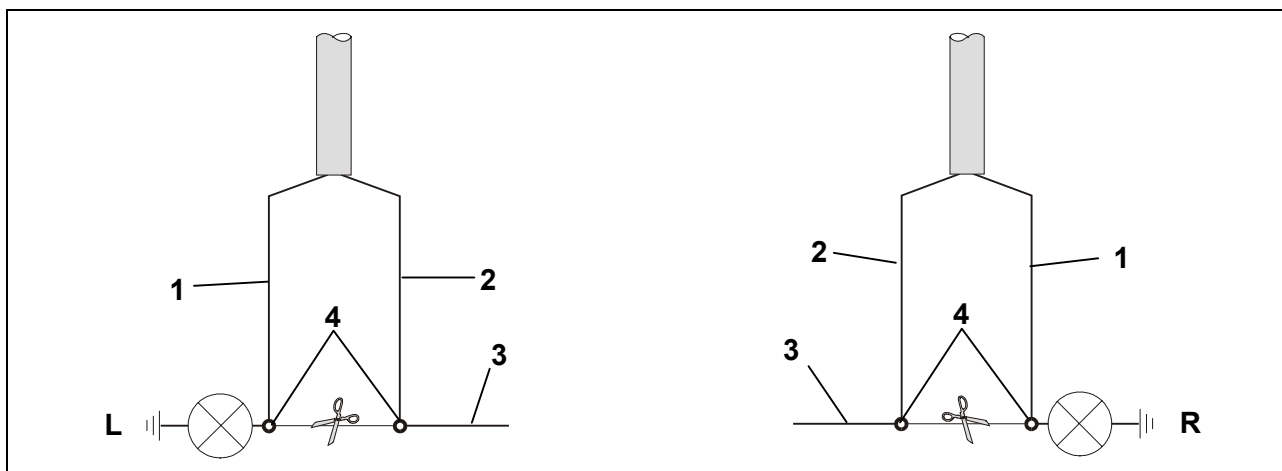

Fig. 2: retronebbia
13. Misurare i singoli cavi del fascio di cavi propri del veicolo ed allacciare al collegamento (Fig. 2/4) come illustrato nella figura 2. Tagliare il cavo su un punto adatto.
14. Montare i collegamenti ad innesto forniti (fig. 2/4) e fissarli.